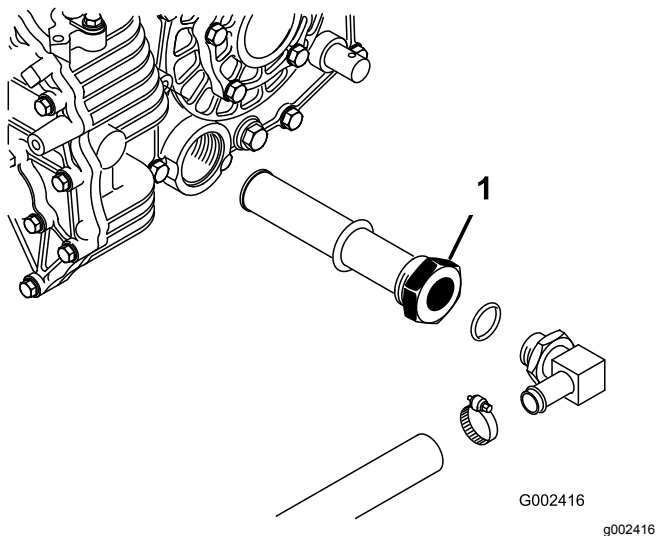

**Figura 73**
2. Retire o tampão de escoamento da parte lateral do reservatório e deixe o fluido hidráulico escorrer para o recipiente (Figura 73).